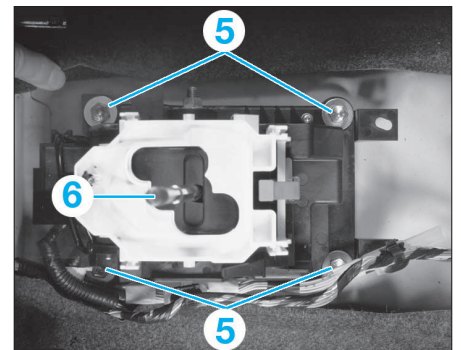

FIG. 23
- Déposer les 4 vis (5) et le levier de vitesses (6) (fig. 23).